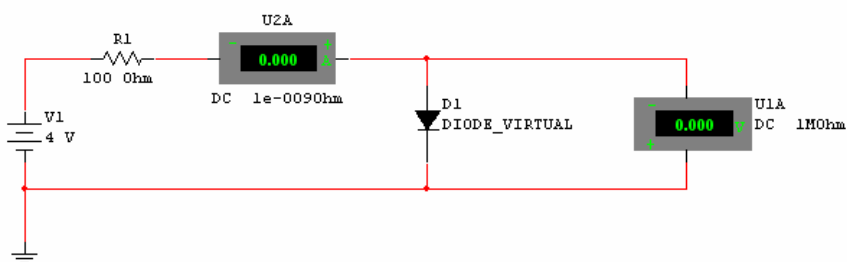

Рисунок 9 – Эксперимент 1.2.1 и 1.2.2.
1.2.1 Соберите схему (Рисунок 9) и включите её. Запишите значения напряжения $U_{пр}$ и тока $I_{пр}$ диода, устанавливая при этом значение источника от 5В до 0В.